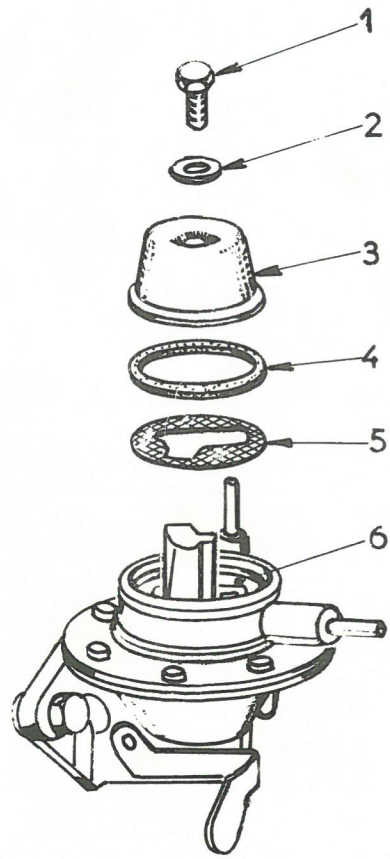

Fig. 4
- REMPLACEMENT ou NETTOYAGE d'un FILTRE de POMPE à ESSENCE (Fig. 4).
- 2) Déposer la vis (1) et la rondelle joint (2), puis retirer la cloche (3) et le joint (4).
- 3) Retirer le tamis (5) et le nettoyer à l'air comprimé. S'assurer que la cuve (6) est propre, au besoin la nettoyer.
- 4) Poser le tamis (5) dans la cuve (6), le joint (4), la cloche (3), la rondelle joint (2), la vis (1), puis bloquer cette vis.
Dépose de l'indicateur : Fig.4
Pose de l'indicateur : Fig.4